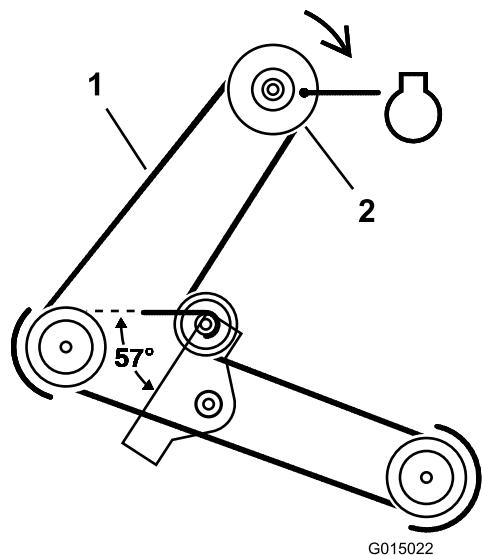

Figura 32
- Retire la correa del cortacésped de la polea del embrague eléctrico (Figura 32).
- Instale la correa del cortacésped en la polea del embrague eléctrico (Figura 32).